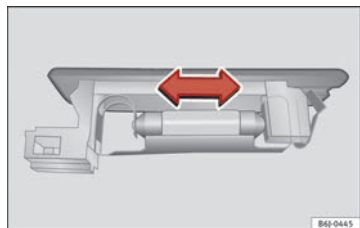

Abb. 201 Gepäckraumleuchte*
- Drücken Sie die Lampe zur Seite und nehmen Sie sie aus ihrer Halterung heraus ⇒ Abb. 201.